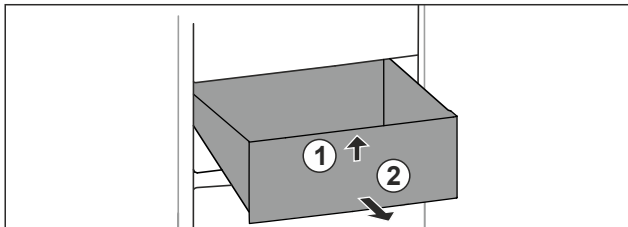

Fig. 64
- ▶ Ridicați sertarul în față. Fig. 64 (1)
- ▶ Extrageți sertarul spre înainte. Fig. 64 (2)